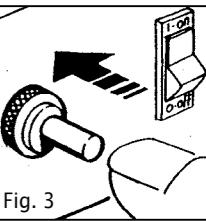

Fig. 3
- Carregar no botao da valvula de gás e varias vezes no do piézo-electrico até que o bico de gás se acenda. (Fig. 3 - 4)